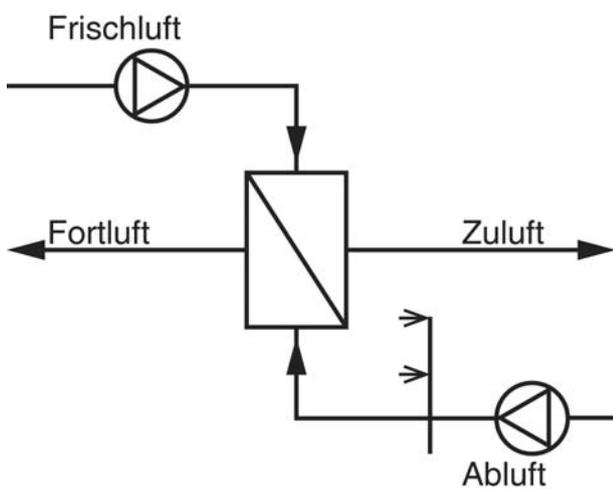

Bild 21: Adiabate Kühlung der Zuluft
- Adiabate Kühlung der Zuluft (Bild 21):